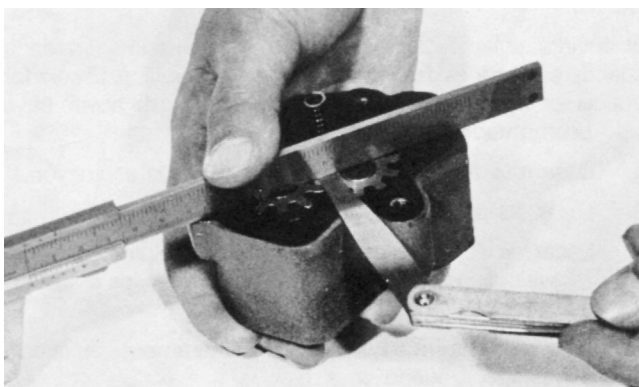

Figure 37. Mesure du jeu axial
8. Contrôler le jeu axial comme indiqué sur la figure 37.